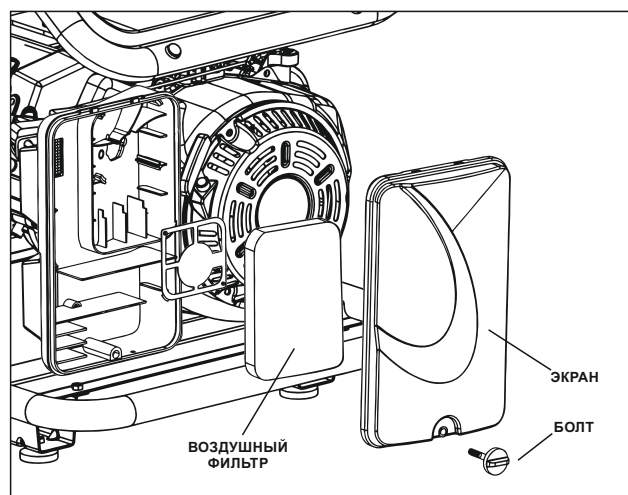

Рисунок 13 – Очистка воздушного фильтра
Двигатель не будет работать на полную мощность, если воздушный фильтр будет поврежден или забит мусором. Прочищайте фильтр каждые 25 часов или раз в год (Рис.13). Прочищайте чаще либо меняйте фильтр, если работа ведется в сильно запыленных условиях.
- Снимите защитный экран воздушного фильтра и вытащите фильтр (Рис.13).